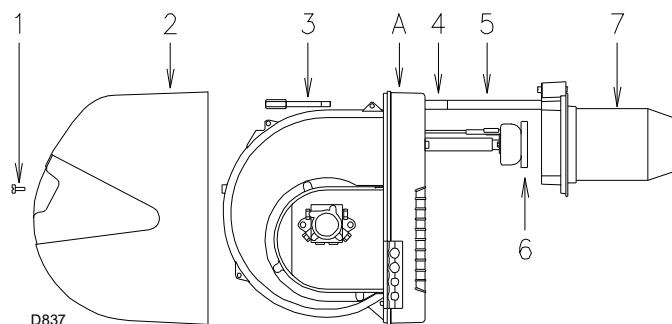

Fig. 31
- Retirer la vis 1)(Fig. 31) et extraire le carter 2).